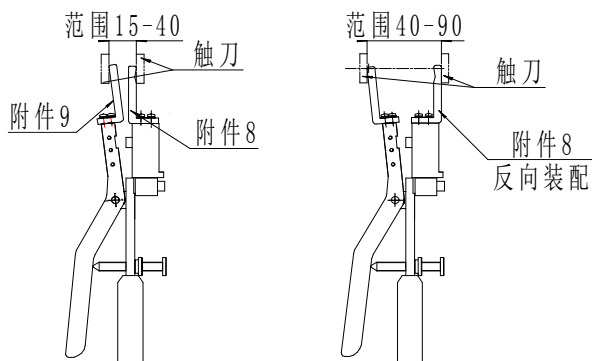

图10 GN系列户内隔离开关测量示意图
7) 图10是测量户内隔离开关的示意图,装上附件8、9后可以测量触刀开距为8-40mm范围内户内隔离开关。当开距大于40mm时,就可以反装附件8进行测量。